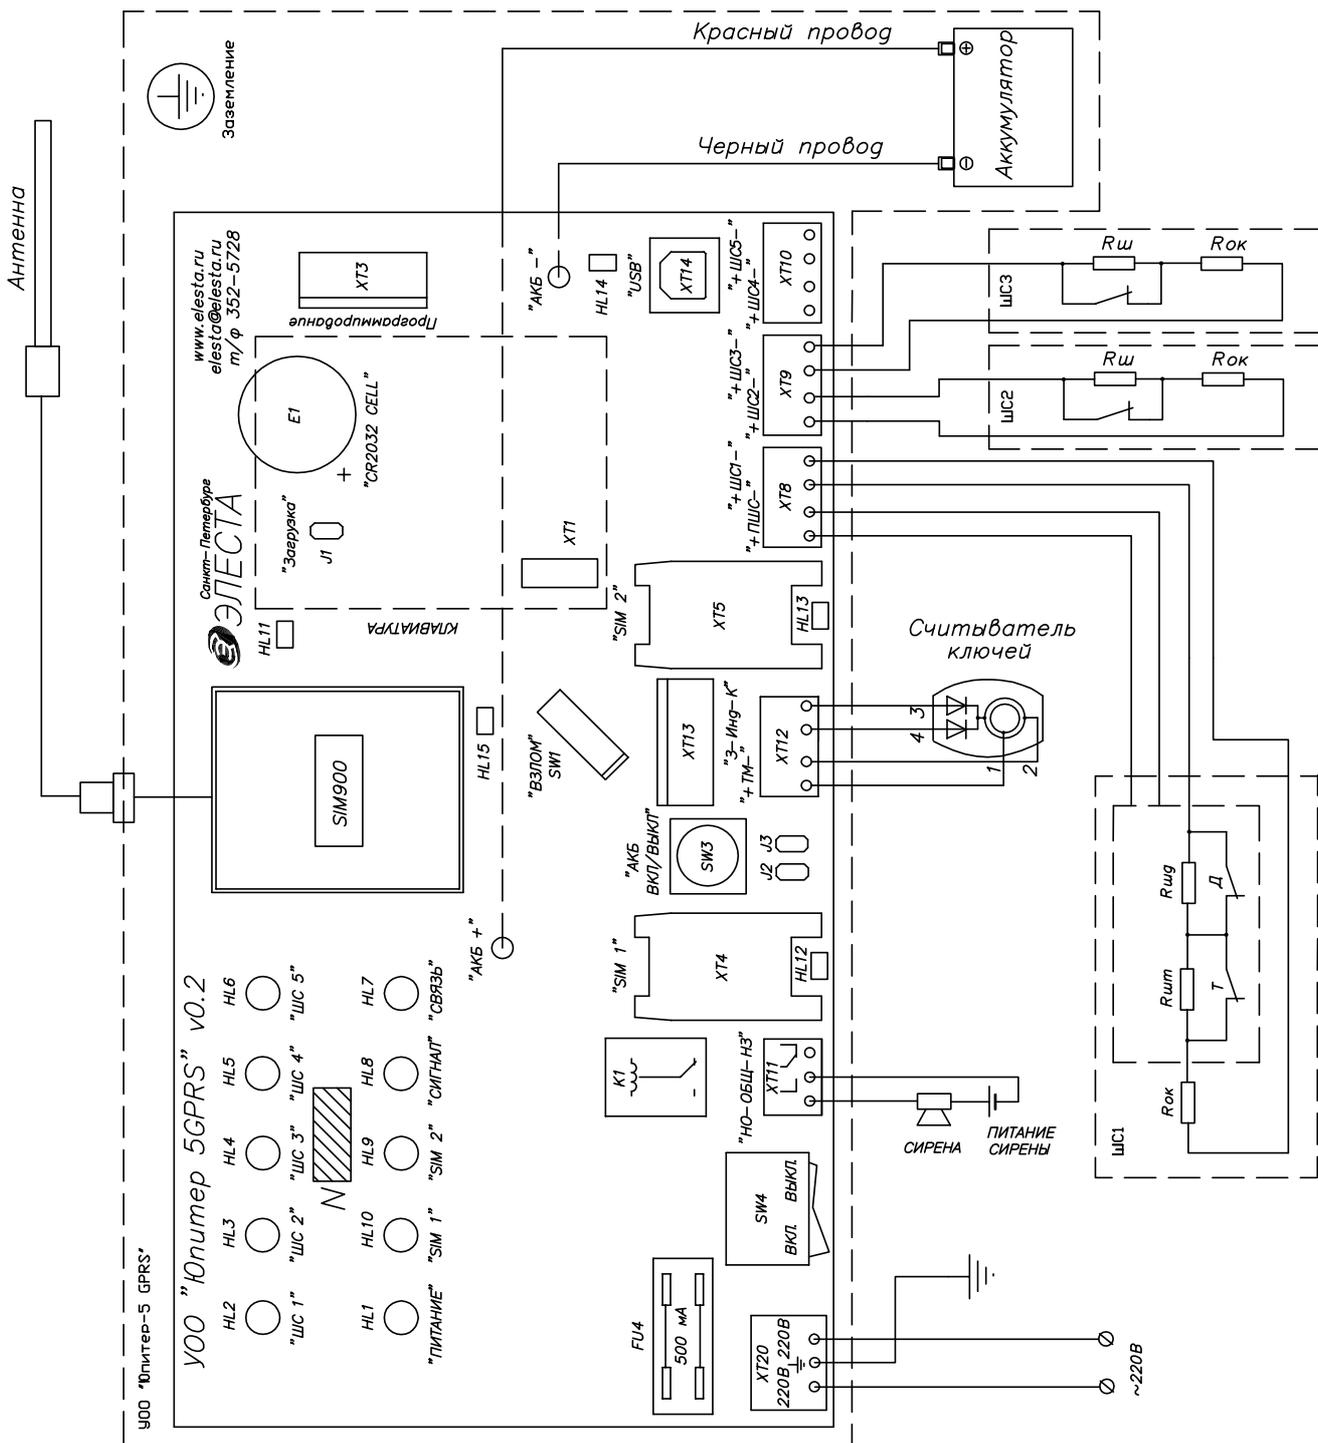

Рис.5.5. Пример подключения устройства.
#### **5.5 Подключение устройства показано на Рис. 5.5.**
- Установить считыватель с внешним индикатором в удобном для пользования месте и подключить его к устройству (см. Рис. 5.5). Длина проводов - не более 20 м;
- Подсоединить провода сети ~220 В к колодке питания ХТ20 на плате устройства (см. Рис. 5.5);
- Подсоединить к устройству шлейфы сигнализации с установленными извещателями (см. Рис.5.5), примеры схем шлейфов приведены в Приложении А;